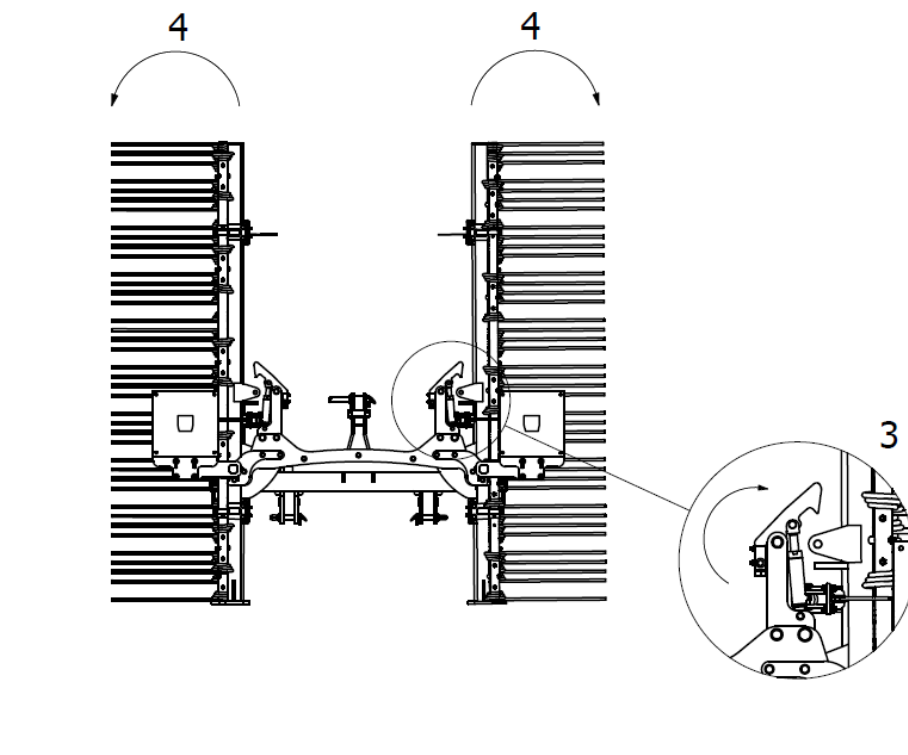

Abb. 11 Reihenfolge der Öffnung der Maschine: 3 - den Haken der hydraulischen Flügelverriegelung lösen, 4 - die Flügel der Maschine öffnen.
3. Nachdem Sie sich vergewissert haben, dass der Haken der hydraulischen Flügelverriegelung die Entriegelung der Maschinenflügel ermöglicht, können Sie diese vollständig öffnen (Abb. 11).